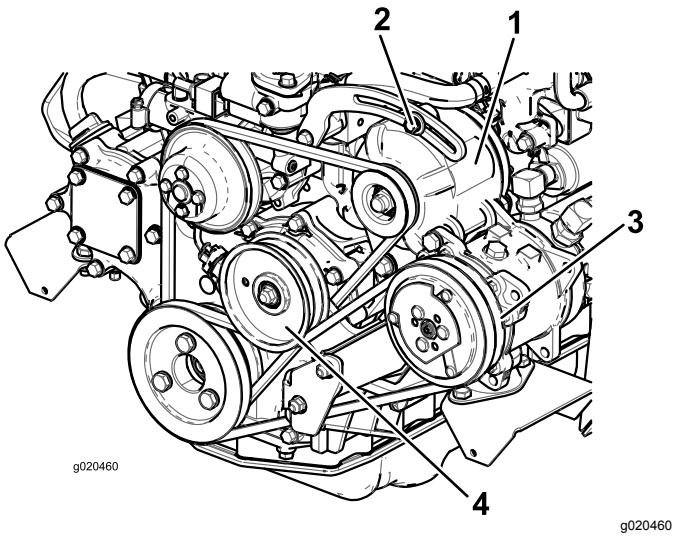

Figura 101
Se a deslocação obtida não for igual a 10 mm, deve desapertar os parafusos de montagem do alternador (Figura 101).
2. Se o desvio obtido não for igual 10 mm, deverá libertar o parafuso de montagem da polia intermédia (Figura 101). Aumente ou diminua a tensão da correia do compressor e aperte o parafuso. Verifique uma vez mais a deslocação da correia para se certificar de que a tensão está correta.
Verifique o estado e a tensão da correia (Figura 101) após cada 100 horas de funcionamento.